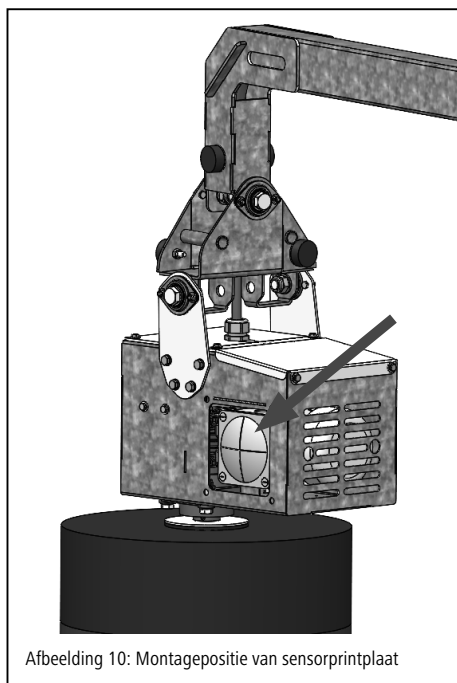

Afbeelding 8: Aansluitschema van printplaat met condensator - MaxiSwing
De cyclustijd is af fabriek ingesteld op 60 seconden. Indien nodig kan deze met behulp van het dip-switch-element op de printplaat (afb. 8 – pos. 1) op een waarde tussen 10 en 300 seconden worden ingesteld. De cyclustijd mag alleen na ruggespraak met de klantenservice van Kerbl opnieuw worden ingesteld.
Zekering 6, 3 A (afb. 8; pos 3+4) op de printplaat doorgebrand of losgeraakt.	<ul style="list-style-type: none"> • Besturing van het lichtnet loskoppelen en tegen opnieuw inschakelen beveiligen. • Controleren of de zekeringen stevig vastzitten. • Defecte zekeringen vervangen. (Afb. 8 – pos. 3+4) • Wanneer bij de herstart na het vervangen van de zekeringen geen weergave op het display verschijnt, is de hoofdprintplaat defect.